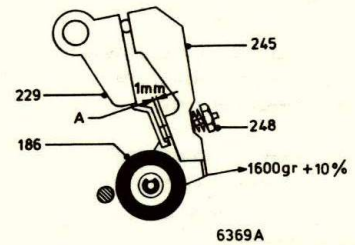

Fig. 41
**f. Drukrol (zie fig. 41)**
- Stel de afstand A tussen de lip op hefboom pos. 229 en hefboom pos. 245 in op 1 mm. Deze afstand kan ingesteld worden m.b.v. de 6-kantige excentrische bus op beugel pos. 227.
- De kracht nodig om de drukrol juist iets van de toonas te lichten moet 1600 gr + 10 % bedragen. Dit kan ingesteld worden met moer pos. 248.